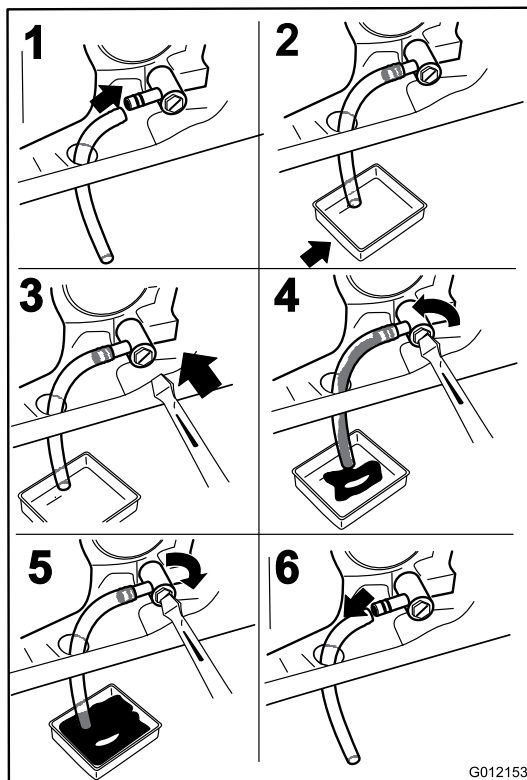

Figura 45
3. Prima di scendere dal posto di guida dell'operatore, spegnete il motore, toglie la chiave di accensione e attendete che si fermino tutte le parti in movimento (Figura 45).